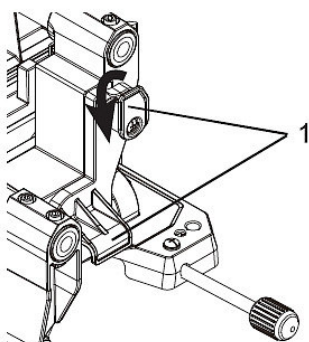

Abb. 12: Aufbewahrung des Stromkabels
7.7 Aufbewahrung des Stromkabels (Abb. 12)